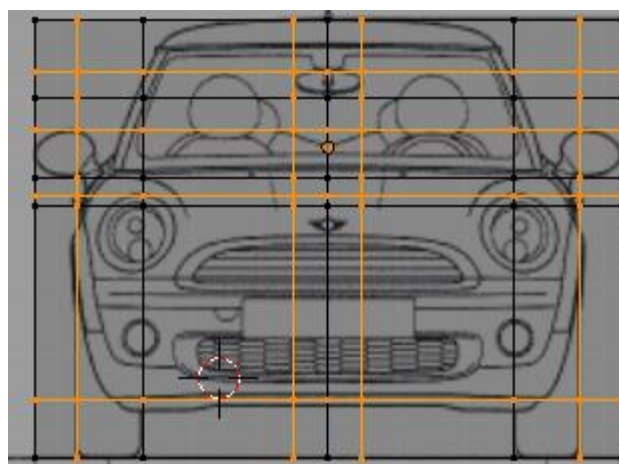

Figura 4.8
20. Crie novos contornos transversais e longitudinais em pontos de referência da imagem que considere relevantes para o tratamento das imagens dos outros planos, que faremos de seguida, **[Alt]+[RMB]** sobre uma aresta para seleccionar um contorno e **[Ctrl]+[R]** para criar um novo, figura 4.8.